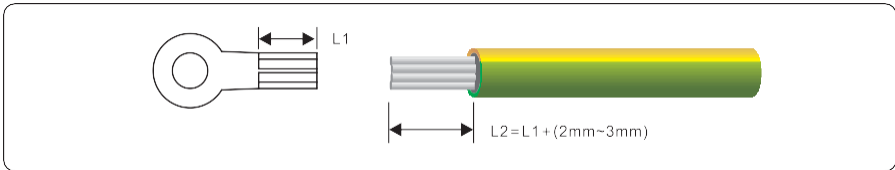

Figura 5.1 Segmento pelado (unidad: mm)
**Paso 1** Retire una longitud adecuada de la capa de aislamiento del cable PGND con una herramienta; el segmento al descubierto debe ser entre 2~3 mm más largo que el extremo de prensado del terminal OT, tal como se ilustra en la figura 5.1.